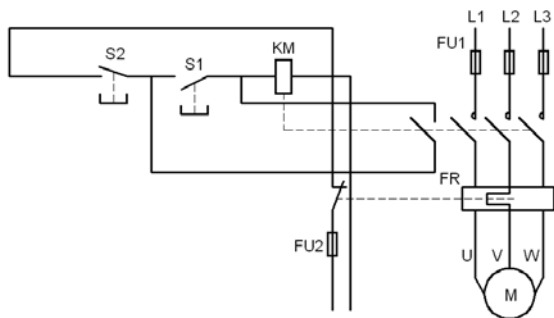

图 17.10.31 创建文字标注
Step7. 创建文字标注。选择 **格式(O)** → **文字样式(S)...** 命令，选择“Arial”字体，字体样式设置为“常规”，文字高度值设置为 3；将图层切换至“文字层”；用 **绘图(D)** → **文字(X)** → **单行文字(S)** 命令创建文字，并将其移至合适的位置，完成后的图形如图 17.10.31 所示；用 **绘图(D)** → **文字(X)** → **多行文字(M)...** 命令创建多行文字。